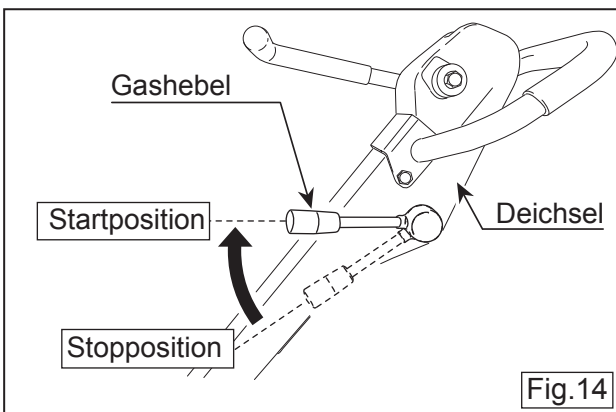

Fig.14
- 2 Stellen Sie den Gashebel auf die Startposition. Diese ist ab ca. 30 Grad erreicht. (Fig.14)
- 2 Stellen Sie den Gashebel auf die Startposition. (Fig.14)